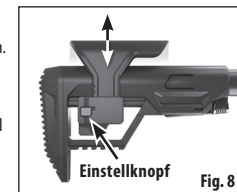

Fig. 8
- Drücken Sie den Einstellknopf der Wangenstütze von der rechten Seite her ein (Abb. 8).